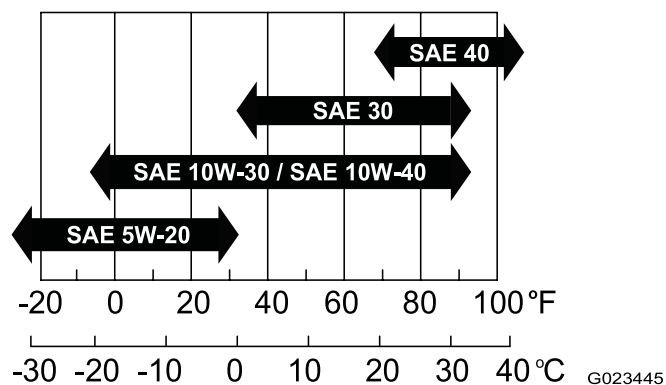

Figura 14
- **Viscosità:** SAE 30; fate riferimento alla seguente tabella per altre viscosità (Figura 14):